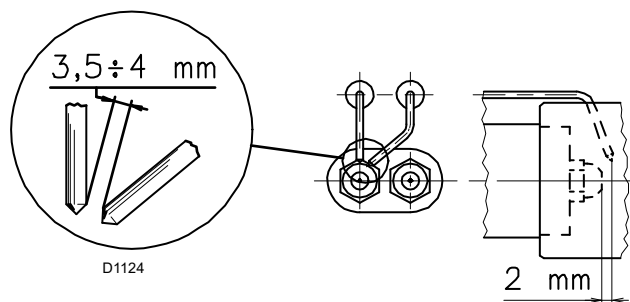

Fig. 14
Controlar que los electrodos estén ubicados como en la Fig. 14 respetando las dimensiones indicadas.
- La boquilla para la 1ª llama de funcionamiento es la que se halla debajo de los electrodos de encendido, Fig. 14 en pág. 18.